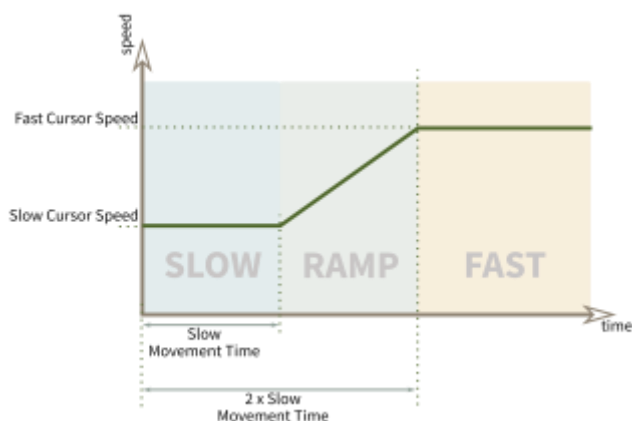

Figure 93 : Rampe d'accélération
**Temps de mouvement lent** : définit la durée pendant laquelle la souris se déplace à la vitesse du curseur lent avant d'augmenter à la vitesse rapide du curseur. Le temps de rampe, entre la fin de la vitesse du curseur lent et le début de la vitesse rapide du curseur, est égal à l'heure définie par ce paramètre. (Voir la figure 93).